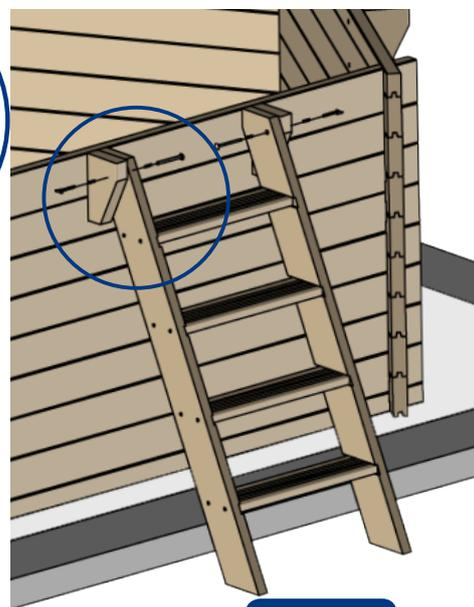

Figure 25
- Assemblez l'échelle et placez-la conformément à la figure 25.